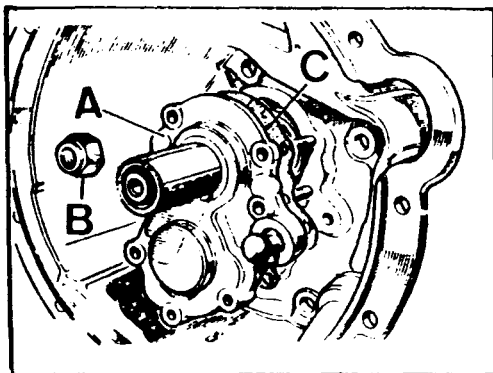

Fig. C1-76 Tapa delantera
- 1.3. Desmontar la tapa delantera, A (Fig. C1-76) en union de su junta C, extrayendo previamente sus elementos de fijación, B.
- 3.2.3. Montar la tapa delantera, A (Fig. C1-76) y fijarla con sus tuercas, B, dándole un par de apriete de 2 a 2,5 mkg.